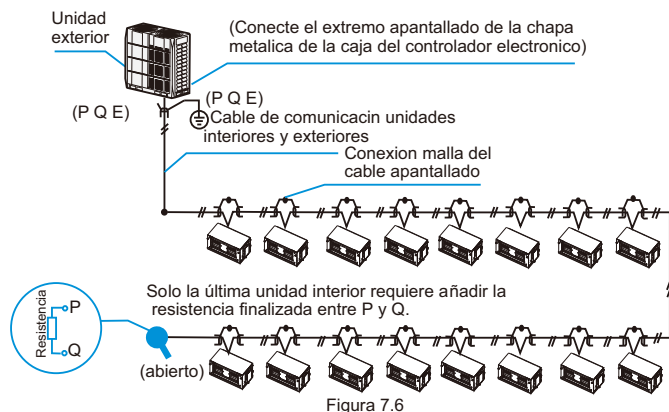

Figura 7.6
- El cableado de comunicación entre las unidades interiores y exteriores debe conectar una unidad tras otra en cadena desde la unidad exterior a la unidad interior final, y la capa apantallada debe estar correctamente conectada a tierra, y debe añadirse una resistencia a la última unidad interior para mejorar la estabilidad del sistema de comunicación (véase la figura 7.6).